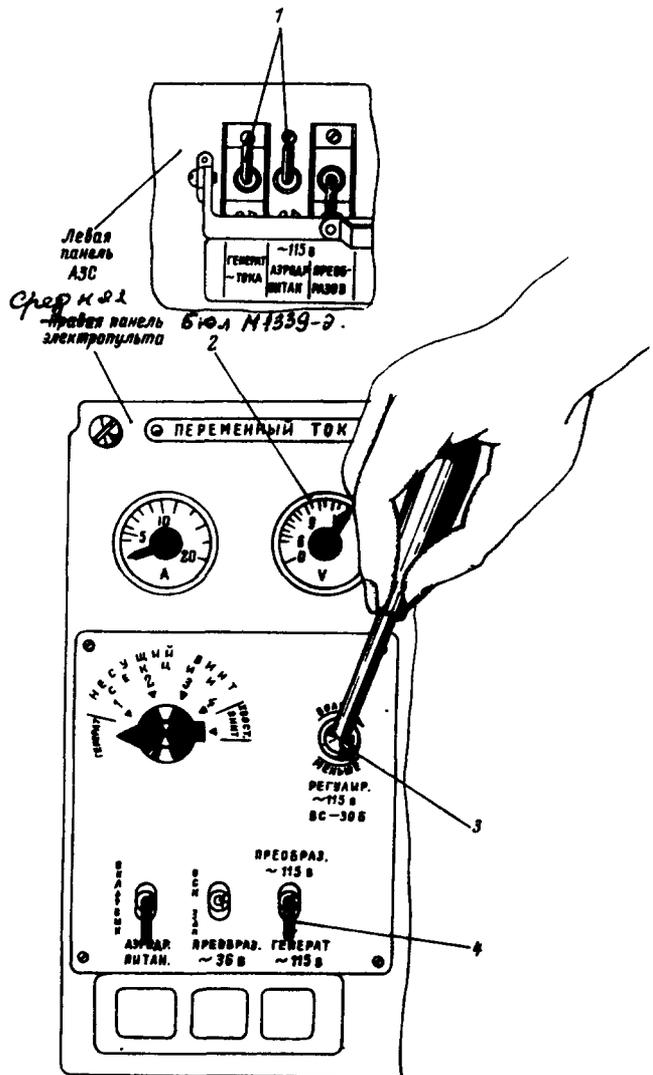

Рис. 52. К регулировке напряжения генератора переменного тока:
2. При нормальной работе генератора вольтметр ВФО, 4-150 должен показывать напряжение $115 \text{ В} \pm 4\%$. Если напряжение не укладывается в эту норму, то произвести регулировку его величины выносным сопротивлением ВС-305 (рис. 52). Выносное сопротивление изменяет напряжение генератора в пределах $\pm 12 \text{ В}$.